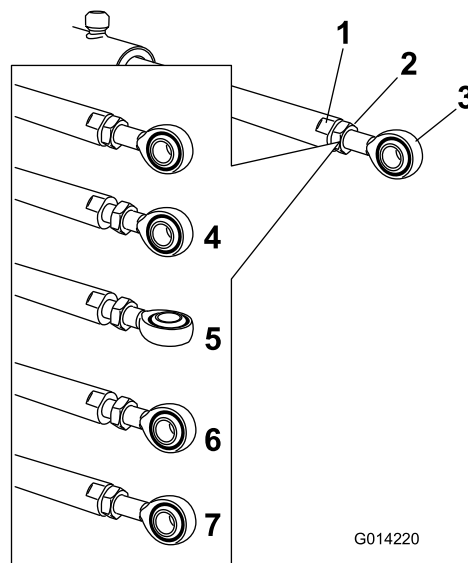

Figura 110
5. Utilizai o cheie pe pările plate ale tijei dispozitivului de acionare pentru a o imobiliza, apoi slăbiți contrapiuliă pentru a permite reglarea tijei cu ureche (Figura 110).
6. Rotii tijă cu ureche în tijă dispozitivului de acionare pentru a scurta sau a prelungi dispozitivul de acionare extins în poziia dorită (Figura 110).